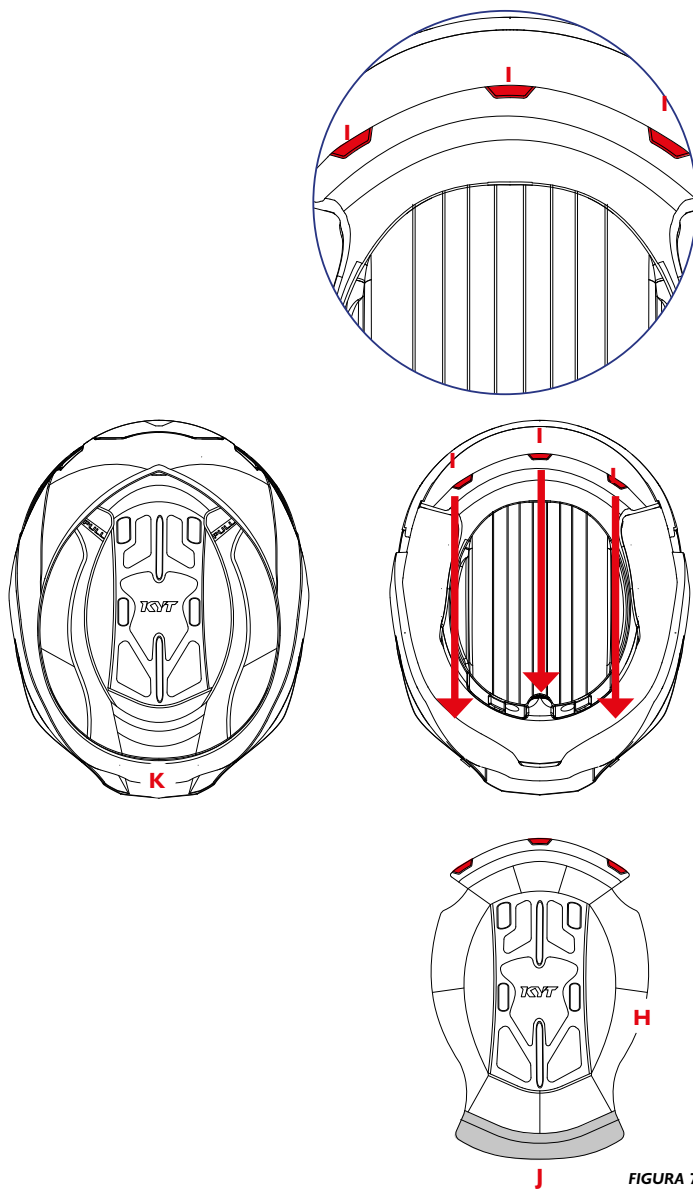

FIGURA 7
**Imbottitura centrale interna: CALOTTINA — H — Figura 7/8****Rimozione e Montaggio**
**Rimozione — Figura 7**